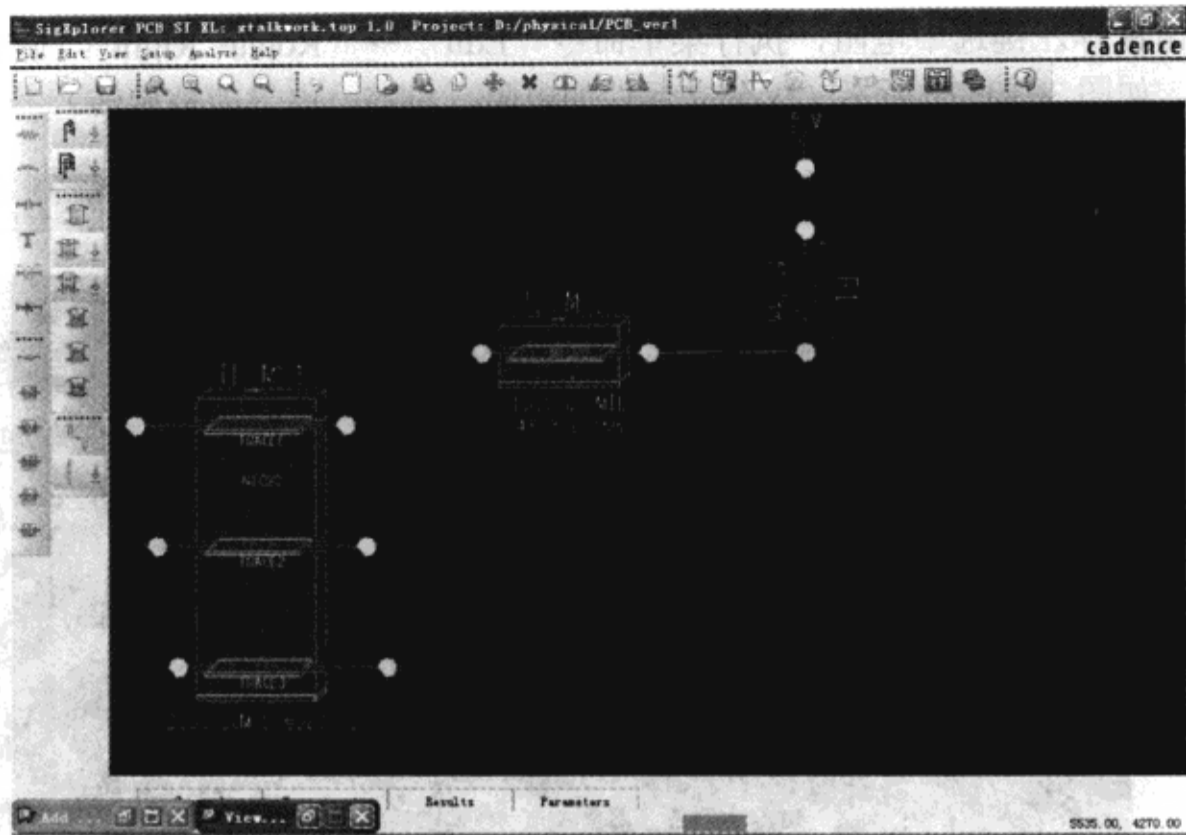

图 3-10-25 添加电源
(2) 在“Model Name”列表框中选择“Source”→在工作空间单击鼠标左键摆放 source，如图 3-10-25 所示。
(3) 单击“OK”按钮，关闭“Add Element Browser”对话框。